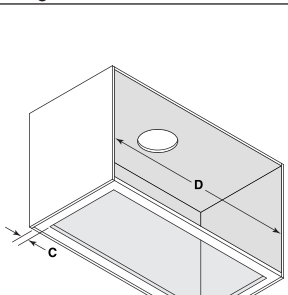

FIG. 6
- Campanas BBN1243SS y BBN1303SS solamente: Ver la FIG. 6. Medir el material restante en los lados de la base del gabinete (C), si hay 1/4 pulg. o más en material, no hace falta usar los soportes del gabinete. Pasar al paso 8 en la página siguiente.
- Si hay menos que 1/4 pulg. en material (C), retirar cuidadosamente estas cintas. Medir la anchura interior del gabinete (D) (FIG. 6). Consultar la tabla siguiente para determinar qué configuración de bordes de soporte debe utilizarse.